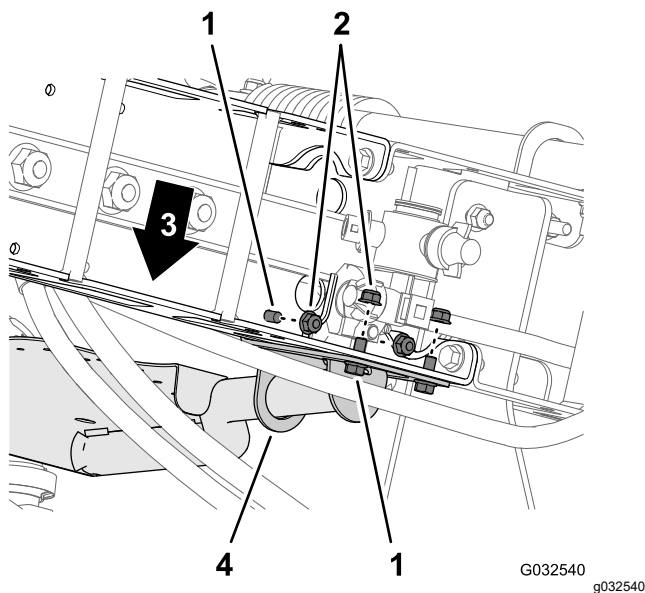

Figura 63
- Monte el soporte de las válvulas en el tramo de celosía (Figura 62 y Figura 63) con 4 pernos